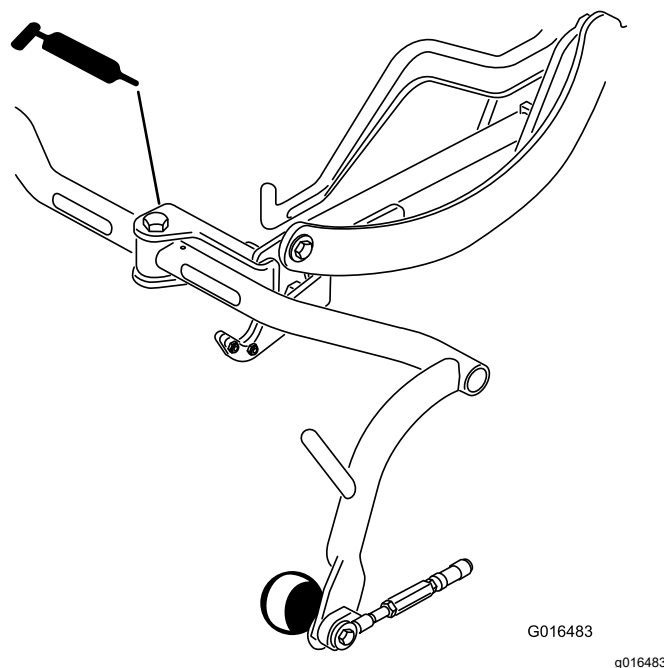

Figura 30
- Articulação da estrutura de suporte (3) (Figura 30)